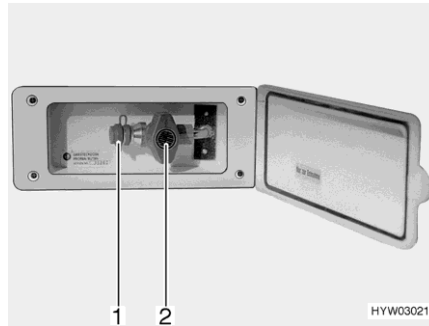

Fig. 116 Toma exterior de gas (válvula de paso de gas cerrada)
- Conectar el aparato de gas externo en el punto de conexión (Fig. 116,1).
- Abrir la válvula de paso de gas (Fig. 116,2).